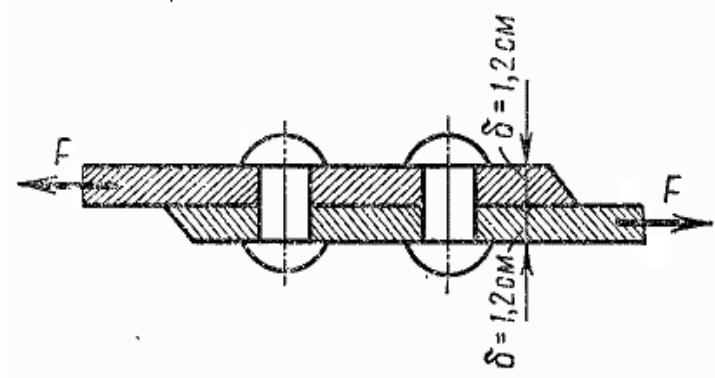

Рисунок 7.6
**Задача №1.** Определить необходимое число заклепок для соединения двух стальных листов (рис.7.6) и проверить напряжения в ослабленном сечении этих листов при их ширине  $b=240\text{мм}$  и толщине  $d=12\text{мм}$ . Принять диаметр заклепок  $d=23\text{мм}$ . Растягивающая сила  $F=250\text{кН}$ . Допускаемые напряжения: на срез заклепок  $[\tau]=100\text{МПа}$ , на смятие  $[\sigma]_{\text{см}}=240\text{МПа}$ , на растяжение листов  $[\sigma]=160\text{МПа}$ .